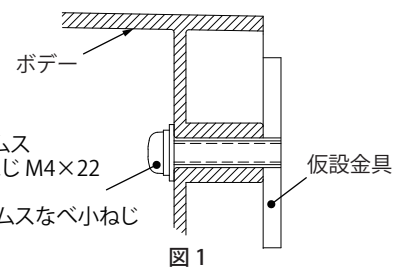

図1
- プラボックスの内側から+3点セムスなべ小ねじ M4×22 または +3点セムスなべ小ねじ M4×14 で締付けてください。(図1)